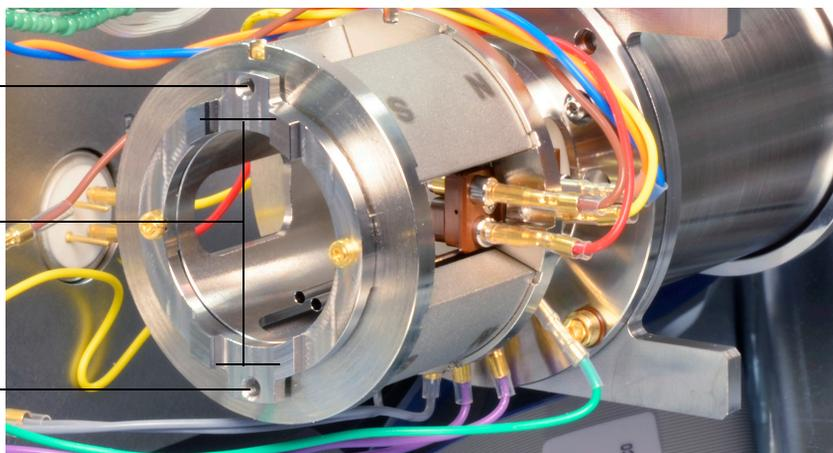

Figura 67. Radiador de la fuente EI HES
- 3 Alinee la fuente de iones de manera que la apertura ranurada de la tubo de lentes, donde están visibles los números de las lentes, quede del lado derecho. Asimismo, colóquela de manera que las dos pestañas de sujeción de la montura de la fuente queden alineadas con las ranuras correspondientes del radiador de la fuente. (Consulte la **Figura 67**). Deslice la fuente de iones en el radiador de la fuente hasta que sienta una resistencia.
- 6 Instale y apriete manualmente los tornillos de la fuente. No apriete los tornillos demasiado. (Consulte la **Figura 67** en la página 225).